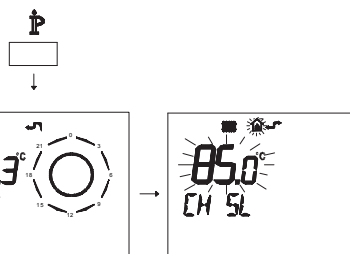

Figura 5.35
- Premere per più di 3 secondi il pulsante P per entrare in modalità *INFO* (Figura 5.35).